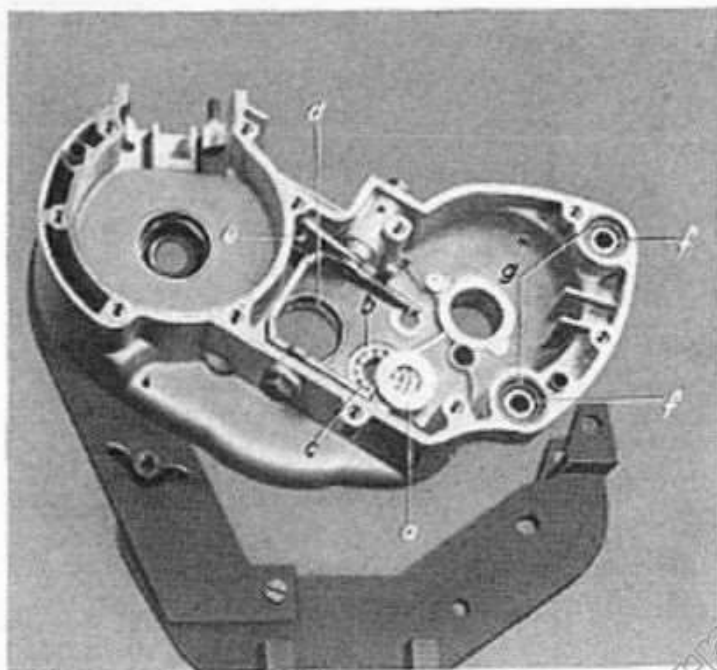

Bild 36
(Bild 36)
- 4.28 Zwei Fixierplatten (g) für Gummilager (f) einlegen. (Bild 36).